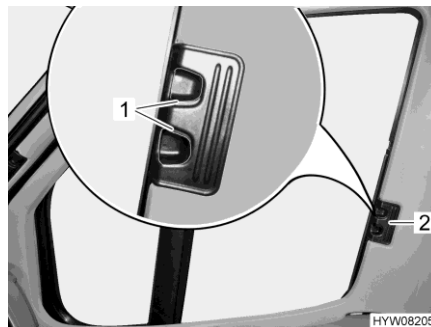

Bild 25 Plisségardin (förar-/passagerarfönster)
- Tryck in låshandtagen (Bild 25,1) och håll dem intryckta.
- Ta tag i handtaget (Bild 25,2) och dra plisségardinerna för förar- och passagerarfönstret till den andra fönstersidan och fäst med magnetremmarna.
- Ta tag i handtaget (Bild 25,2) till plisségardinerna för förarfönstret och passagerarfönstret och skjut in dem så långt det går.
- Släpp låshandtagen (Bild 25,1) och låt dem haka fast.